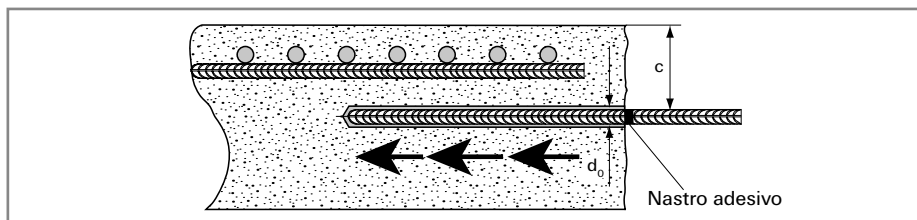

Fig. 6: Verifica dello scorrimento della barra di ripresa e della profondità del foro
- La barra così marcata viene introdotta per prova nel foro pulito **fino a toccare il fondo**, quindi viene ruotata. In questo modo si controllano lo **scorrimento** della barra e la **profondità del foro** (fig. 6).